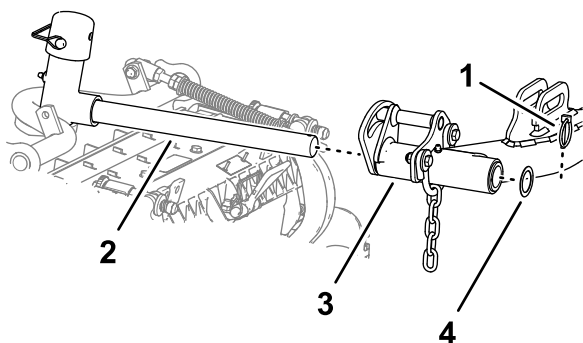

**Рисунок 29**
**Фиксация оси поворота режущего блока для скашивания травы на склоне холма** – заблокируйте оси поворота режущих блоков для предотвращения поворота режущих блоков вниз по склону во время скашивания поперек склона холма. Используйте отверстие в оси поворота подъемного рычага (Рисунок 29) для фиксации режущего блока. Используйте паз для поворота режущего блока.